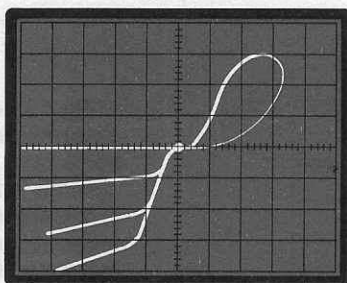

Fig.21 Se in basso vi appaiono le tracce di Base rovesciate, risultano sicuramente invertiti i due terminali Collettore - Elettore.
b) Se appare una traccia come visibile in fig.21, possiamo assicurarvi che risultano invertiti i due terminali COLLETTORE - EMETTITORE.